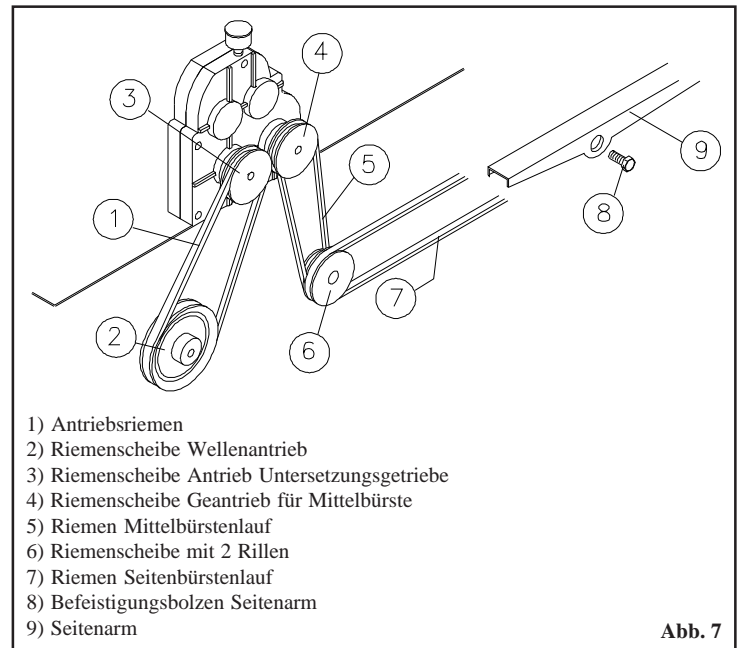

Abb. 7
- Riemen **7 Abb. 7** aus der Riemenscheibe **6 Abb. 7** nehmen.
- den Riemen **5 Abb. 7** von der Schnurscheibe **4** und **6 Abb. 7** entfernen.
- den Riemen **7 Abb. 7** wieder in die Scheibe positionieren **6 Abb. 7**.
- Den Befestigungsbolzen **8 Abb. 7** lockern und die Haken des Seitenarms **9 Abb. 7** aus dem losen Zahnring aushacken.
- Den Riemen **7 Abb. 7** vom Seitenarm **9 Abb. 7** abnehmen.
- Den Seitenarm **9 Abb. 7** wieder in den losen Zahnring einhaken.
- Den Bolzen **8 Abb. 7** wieder festziehen.
- Den Riemen **7 Abb. 7** in die Riemenscheibe **6 Abb. 7** einlegen.
- Die Befestigungsschraube der Riemenscheibe **4 Abb. 7** lösen und diese von der Welle des Untersetzungsgetriebe ziehen; Verlieren Sie dabei den Keil nicht.
- Die Befestigungsschraube der Riemenscheibe **3 Abb. 7** lösen und diese von der Welle ziehen; Verlieren Sie dabei den Keil nicht.
- Riemen **1 Abb. 7** abnehmen.
- Den neuen Riemen in die Riemenscheibe **2 Abb. 7** einlegen.
- Die Riemenscheibe **3 Abb. 7** mit bereits in die Rille eingelegtem Riemen wieder auf das Untersetzungsgetriebe montieren.